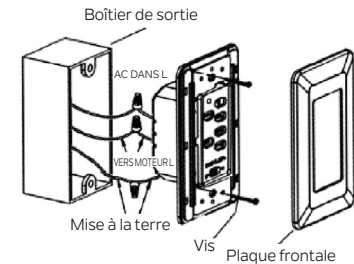

Fig. 20
Étape 2. Placez la commande murale sur la boîte de sortie, connectez les fils avec les connecteurs de fil fournis. (Fig. 20)